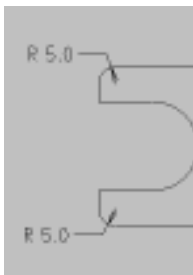

图 2-9 处理倒角
17. 用相同方法处理另外的角点, 这里不再讲解, 效果如图 2-9 所示。